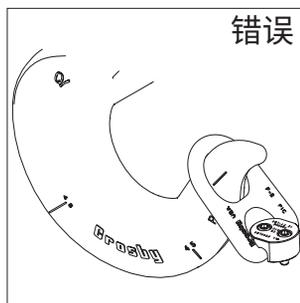

图1
- 连接起重装置时,确保其可自由套入旋转吊环(起重环)(图1)。